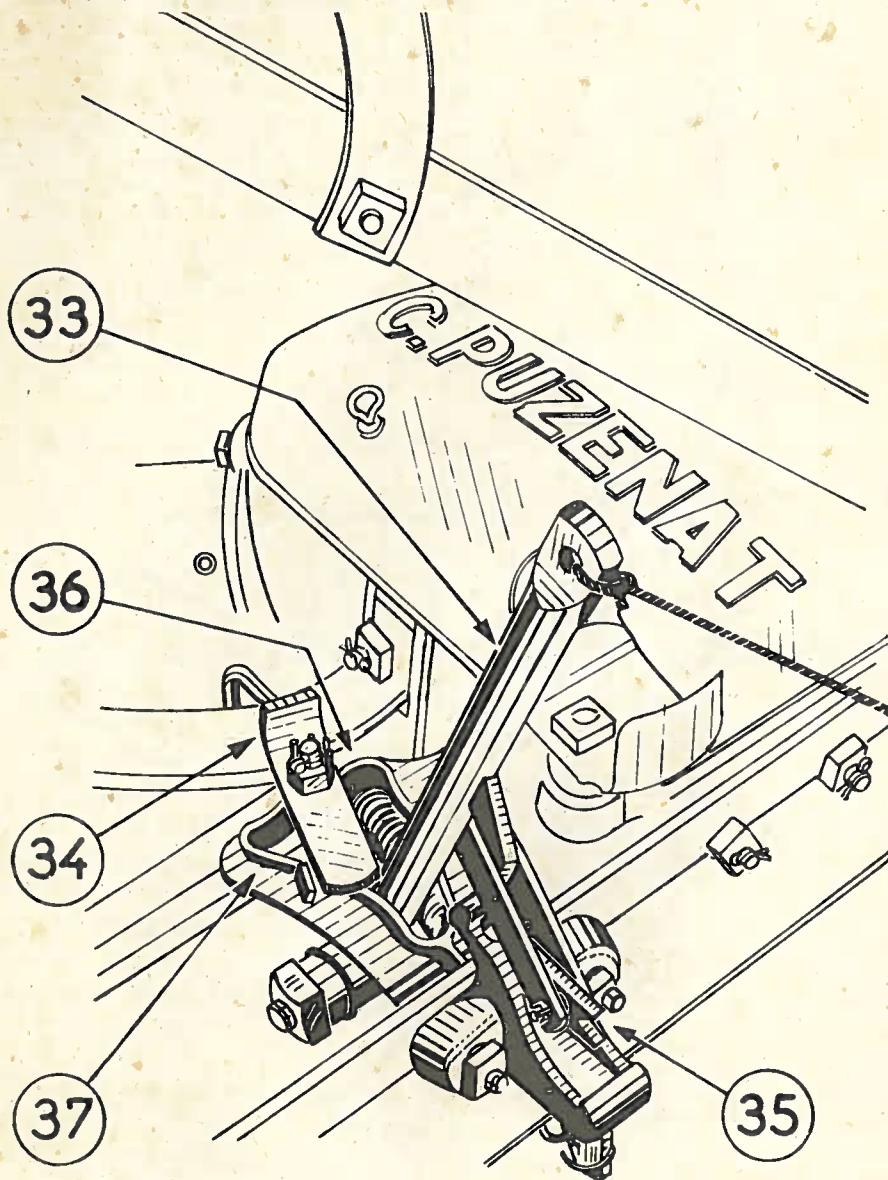

Figure 6
Faire le plein du carter des engrenages avec 2 litres d'huile demi fluide de bonne qualité et graisser copieusement toutes les articulations, en particulier le système de débrayage représenté sur la figure 6 et les parties en mouvement.
3^o) Orienter l'aiguille (34) comme l'indique la figure 6.
Pour débrayer, tirer sur la cordelette bien à fond, puis la lâcher. Le levier (33) viendra reprendre la position de la figure 6.